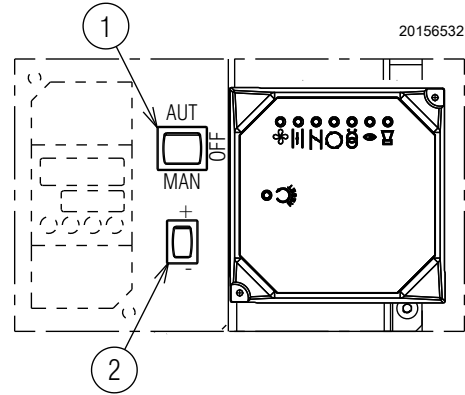

图 31
闭合温度 / 压力启停开关，将选择器 1) (图 31) 置于“MAN (手动)”位置。
- 将开关 1) (图 31) 置于位置“OFF”处，并等待控制器开启停机程序；
将选择器 1) (图 31) 置于“MAN (手动)”位置。
- ▶ 将控制面板上的开关置于手动位置 1) (图 31)，将燃烧器通电。
- ▶ 完成上面设定后，将控制面板上的选择器置于自动位置 2) (图 31) 增大出力。待伺服马达旋转 15° 后暂停，再次通过调节钢带 (凸轮 1, 图 35) 来调节风量，进行另一个位置的设定。
按选择器 2) (图 31) 选择 (+) 或 (-)，可从一个位置转换到下一个位置。